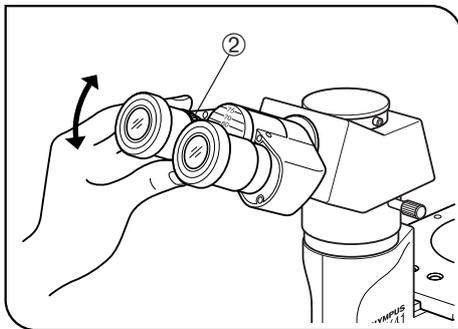

Fig. 12
2. En regardant dans l'oculaire gauche avec l'œil gauche, faire la mise au point de l'échantillon en ne manipulant que la bague de réglage dioptrique ②. (Fig. 12)